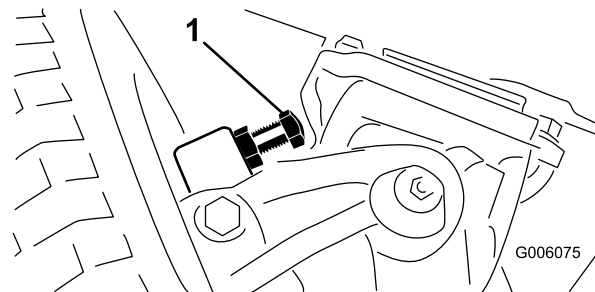

Figura 60
1. Enrosque o desenrosque los pernos hasta obtener el espacio de 2,286 mm (Figura 60).